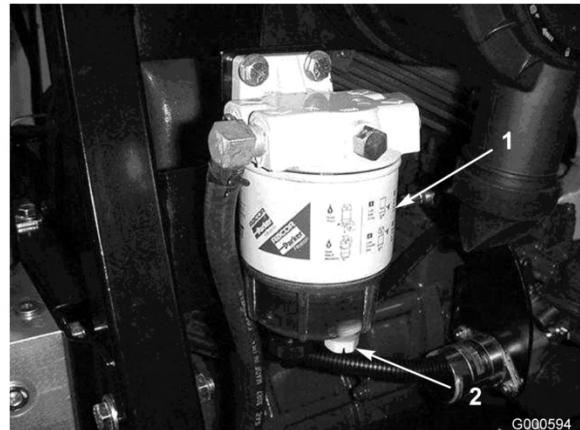

Bild 37
Entleeren Sie Wasser und andere Fremdstoffe täglich aus dem Wasserabscheider (Bild 37).
2. Lösen Sie die Ablassschraube an der Unterseite der Filterglocke (Bild 37). Ziehen Sie anschließend die Verschlusschraube wieder fest.